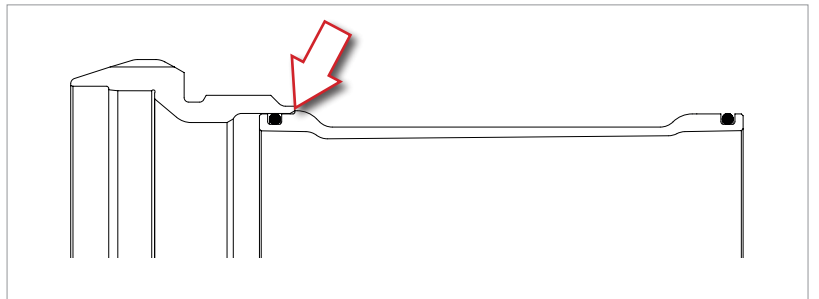

Fig.2
• Accertatevi che la calotta sia in battuta sul profilo presente nel tubetto (Fig.2).